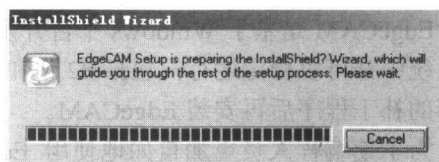

图 1.2 启动安装向导
(1) 选择【Install EdgeCAM (安装 EdgeCAM)】选项，在打开的对话框中选择【Start the installation (开始安装)】选项。
(2) 系统检测安装环境、读取文件注册表内容，并且准备启动安装向导，如图 1.2 所示。